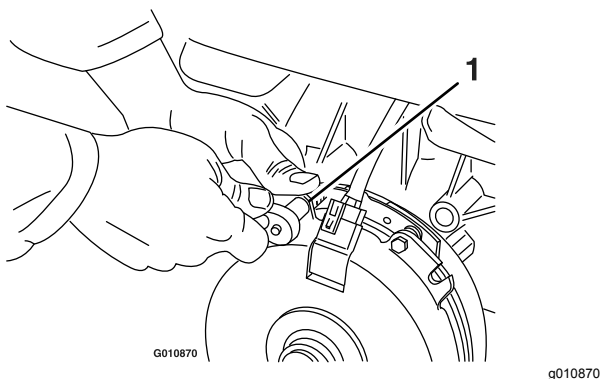

Figura 57
- A. Afloje ambos pernos de montaje del freno entre media y una vuelta, según se muestra en Figura 57.